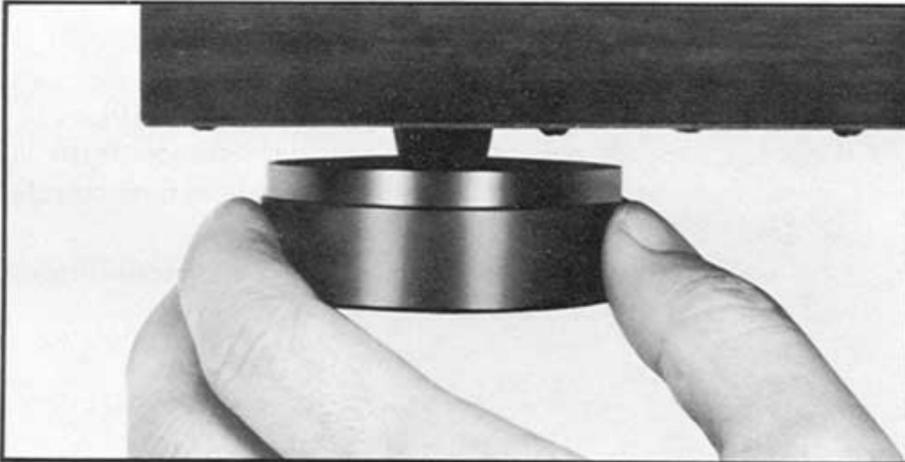

Fig. 14 Abb. 14
8. Height adjustment of the isolators (Fig. 14)
8. Höheneinstellung der Plattenspielerfüße (Abb. 14)
8. Réglage de la hauteur des supports (Fig. 14)